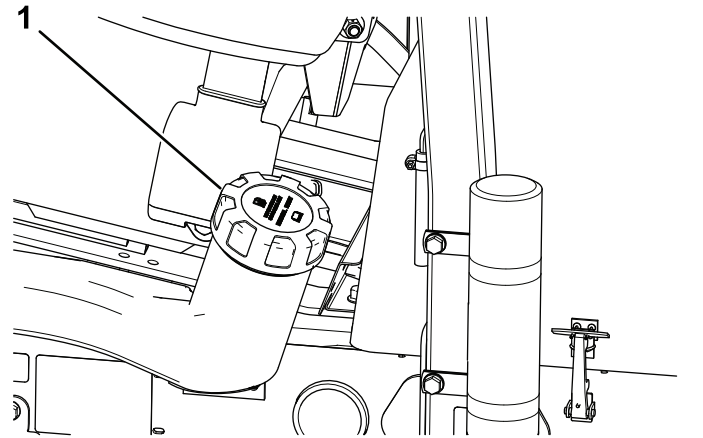

Bild 46
2. Reinigen Sie den Bereich um den Tankdeckel (**Bild 46**).